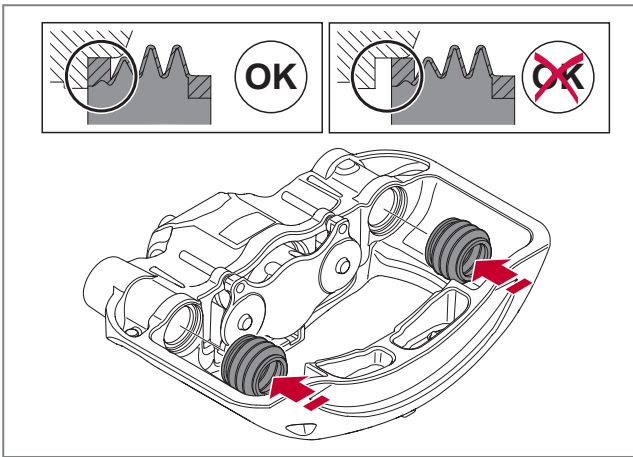

Abb. 69 - Faltenbeläge der Führungsbolzen installieren
6. Positionieren Sie die beiden neuen Faltenbälge der Führungsbolzen fest per Hand in der dafür vorgesehenen Position, *siehe* ► *Abb. 69*. Überprüfen Sie unbedingt den ordnungsgemäßen Sitz der Faltenbälge im Bremssattel, indem sie von innen inspizieren. Andernfalls kann die Gleitfunktion der Bremse beeinträchtigt werden!